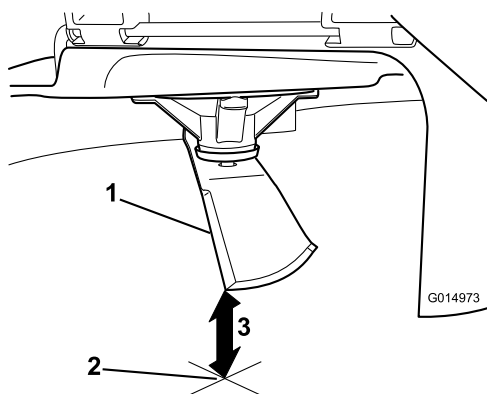

Figura 92
3. Mida desde la punta de la cuchilla hasta la superficie plana (**Figura 92**).